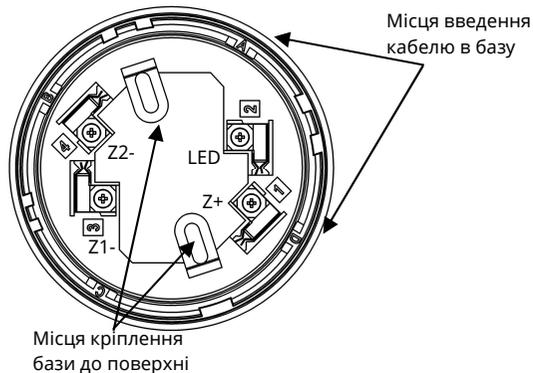
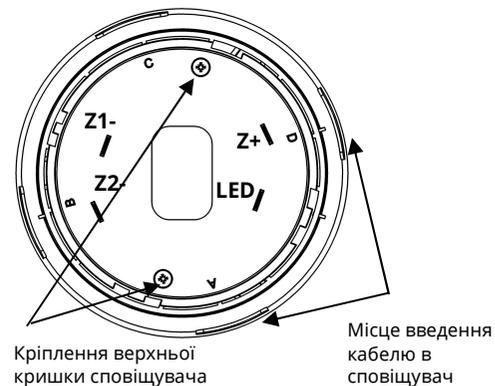

Рисунок 1 – Розташування клем на базі сповіщувача
Рисунок 2 – Видгляд сповіщувача з боку контактів
- 2) викрутити 2 шурупи з боку контактів на корпусі сповіщувача (рис. 1) і, утримуючи викруткою фіксатор термістора, зняти верхню кришку, зняти фіксатор термістора;
- 2) встановити базу на рівній поверхні, прикріпити шурупами або гвинтами згідно рис. 1, після затягування яких база не повинна бути деформована;
- 3) закріпити дроти ШС в гвинтових клемах бази відповідно до рис. 1 і таблиці 1. В базі сповіщувача чотири клеми;
4.5 Для випадків, коли кабель всередину бази заводять збоку, в самій базі та в кришці сповіщувача передбачені вікна, за потреби в яких вирізають отвори. Ці вікна промарковані літерами «А», «В», «С», «D» (рис.1, рис.2).